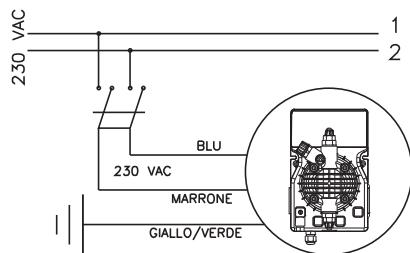

Fig. 4
1. Asegurarse que la misma esté desactivada eléctricamente (por ambas polaridades), desconectando los conductores de los puntos de contacto de la red a través de la apertura del interruptor omnipolar con una distancia mínima entre los contactos de 3 mm (Fig. 4).
- b. - Respetar las normas en vigor en los diferentes países por lo que se refiere a la instalación eléctrica (Fig. 4). Si el cable de alimentación no está dotado de enchufe eléctrico, el equipo debe quedar conectado con la red de alimentación utilizando un interruptor onmpolar seccionador que tenga una distancia mínima entre los contactos de 3 mm. antes de tener acceso a los dispositivos de conexión todos los circuitos deben estar interrumpidos.
- a. Asegúrese de que esté desactivada eléctricamente (ambas polaridades) desconectando los conductores de los puntos de contacto de la red con el interruptor omnipolar de distancia mínima entre contactos de 3 mm. (Fig. 4).